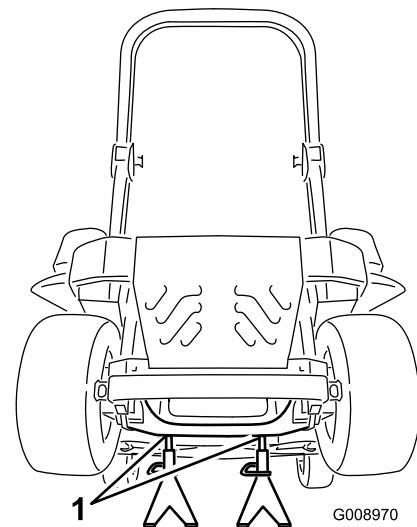

Figura 91
3. Levante la máquina y apóyela sobre soportes fijos (Figura 91).
9. Retire los soportes y baje la máquina (Figura 91).